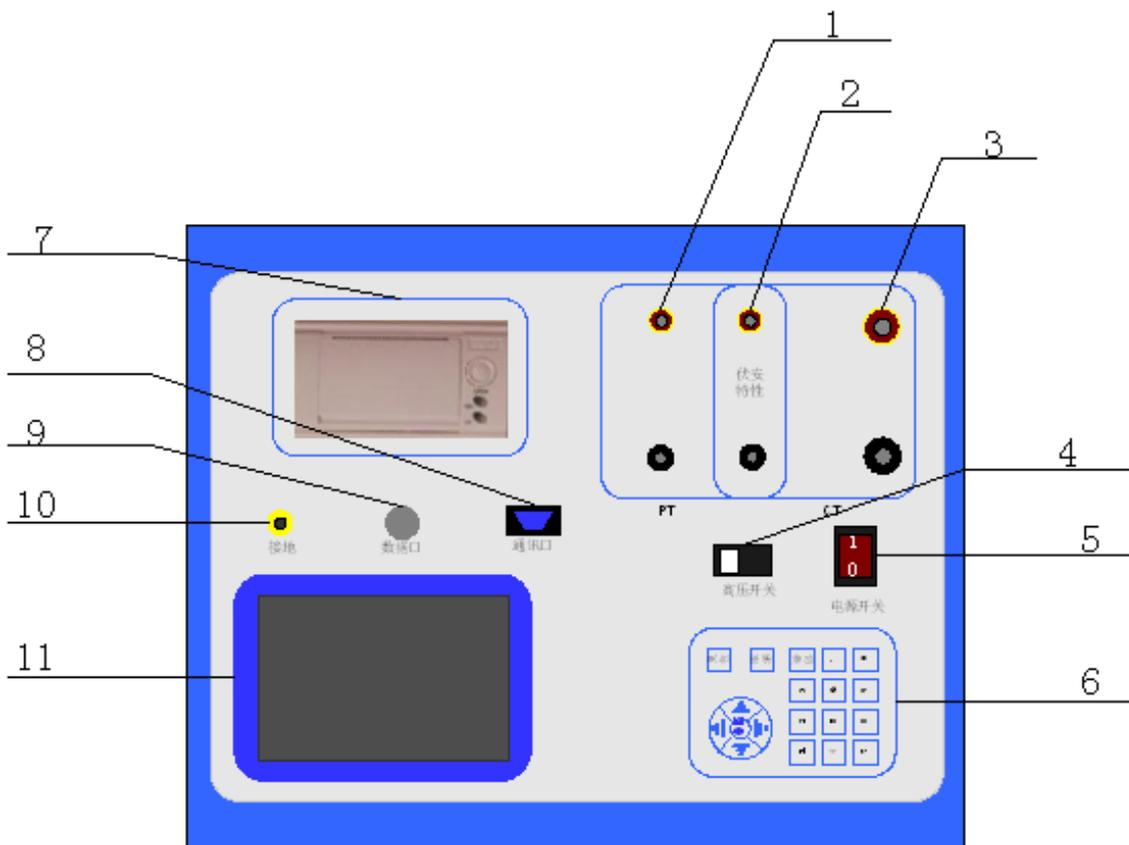

图 1 仪器面板图
**注意：极性的结果是指图 1 中 1 号接线柱和 3 号接线柱的极性对应关系。**